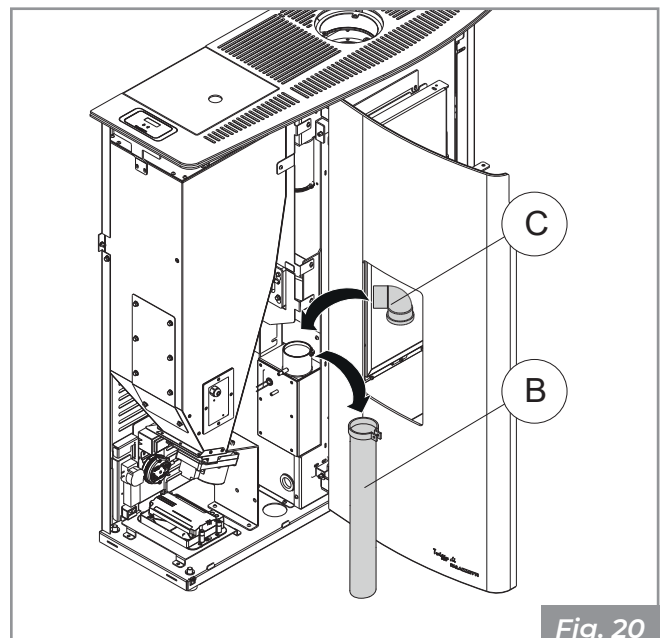

Fig. 20
- Retirer le tuyau flexible de branchement air de combustion (**B**) et introduire à sa place le coude à 90° (**C**) fourni (**Fig. 20**).